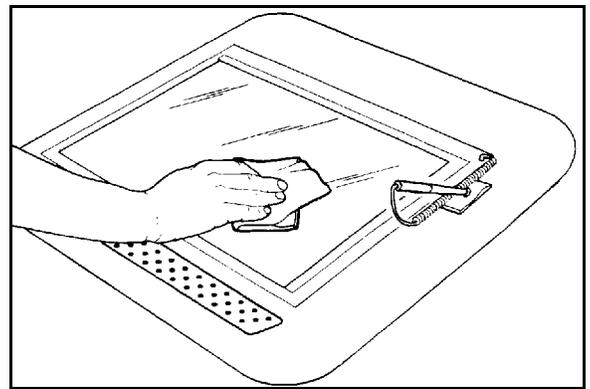

Figura 6: Limpieza de la parte superior de la cubierta de plástico transparente
- 4 Limpie la cubierta de plástico transparente hasta que esté limpia y seca, tal y como ilustra la Figura 6.